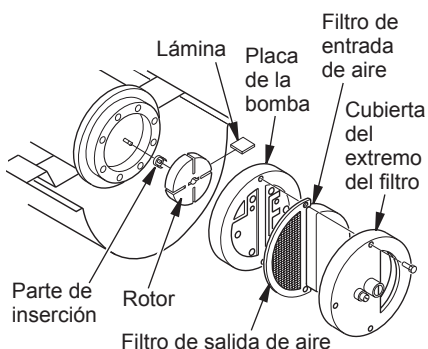

Figura 21 - Ubicación del rotor
- Quite los tornillos de la cubierta del extremo del filtro utilizando un destornillador para tuercas de 5/16" (consulte las figura 21, página 45).